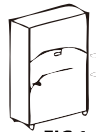

FIG 1
1. Depois de o forno ter sido retirado da sua embalagem, retirar o painel de volta para dentro da cavidade traseira. (Fig 1).